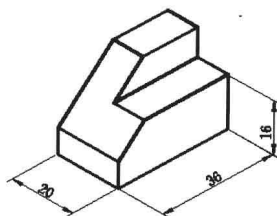

图 7-4-16
(12) 单击标注对象，选择菜单命令“修改/特征”，在“特性”选项板“文字替代”右侧输入新的数值，按Enter键，修改完成。按Esc键，取消选择操作。同样方法修改其他标注，如图7-4-16所示。